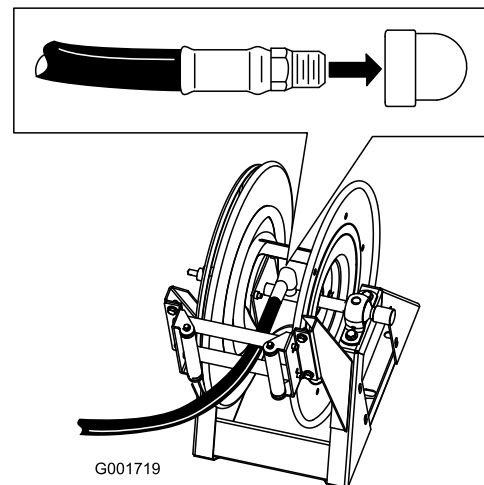

Bild 40
1. Tragen Sie PTFE-Dichtungsmittel auf das Gewinde am Schlauchanschlussstück am langen Schlauch auf und befestigen Sie das Anschlussstück am Verbindungsrohr an der Trommel (Bild 40).